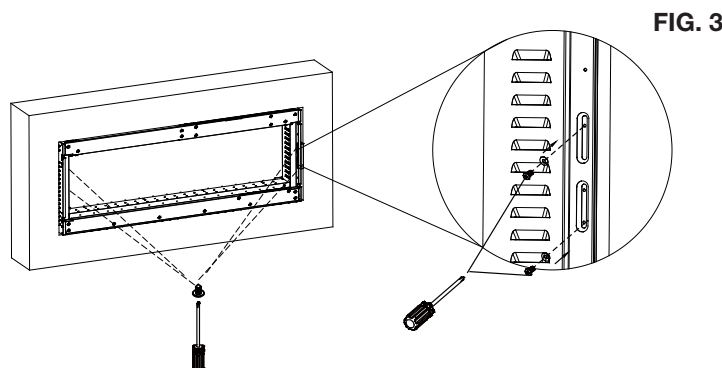

FIG. 3
- H. Insérez l'appareil sur le cadre et sécurisez-le à les trous de support à l'aide des vis fournis (#2 x 4) et des fentes de l'appareil (FIG. 3).